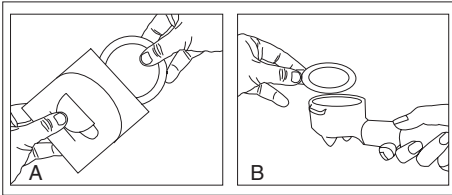

Fig. 2
- Coloque el filtro que desee utilizar, para 1 ó 2 tazas (13 ó 14), en el portafiltros (11).
- Sitúe el portafiltros (11) en las guías para dosificar el café y deslice la palanca del dosificador (19) hacia delante, hasta que oiga clic, 1 ó 2 veces dependiendo del filtro que vaya a utilizar.
- Presione ligeramente el café del filtro con el pisador (18).
- Fig.2. Si desea utilizar café en monodosis, abra la bolsita de la dosis unitaria. Coloque el filtro de 1 taza (13), en el portafiltros (11). Coloque la monodosis en el portafiltros.